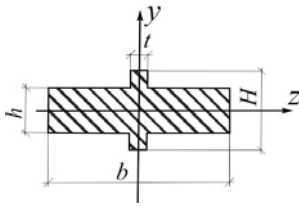

Рис.3.49
**3.49.** При каком соотношении размеров крестообразного сечения наличие верхнего и нижнего ребер приводит к уменьшению момента сопротивления сечения относительно оси симметрии  $z$  (рис.3.49)?